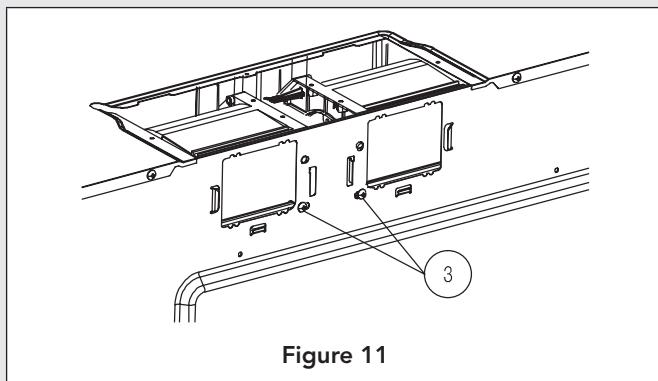

Figure 11
Placez le ventilateur dans l'ouverture et fixez-le au four avec les vis (3) de l'étape 2. Voir la Figure 11.